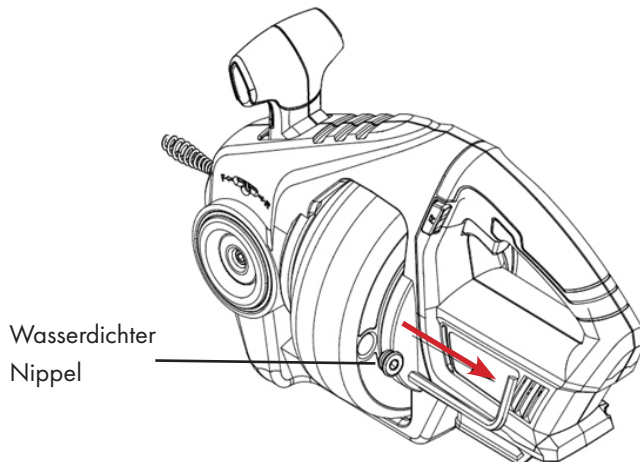

Abb.12
- Schrauben Sie den wasserdichten Nippel mit einem Inbusschlüssel ab (Abb.12).